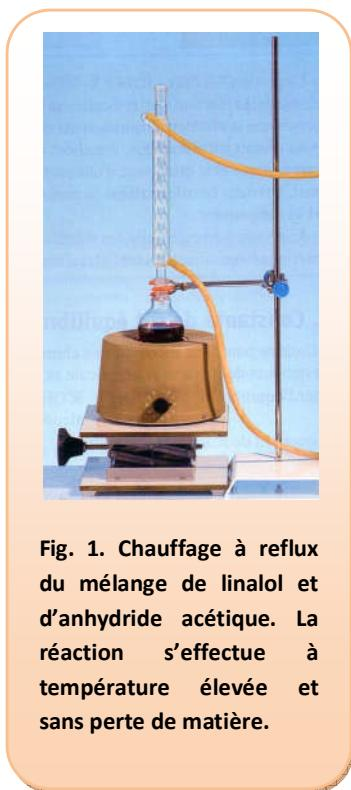
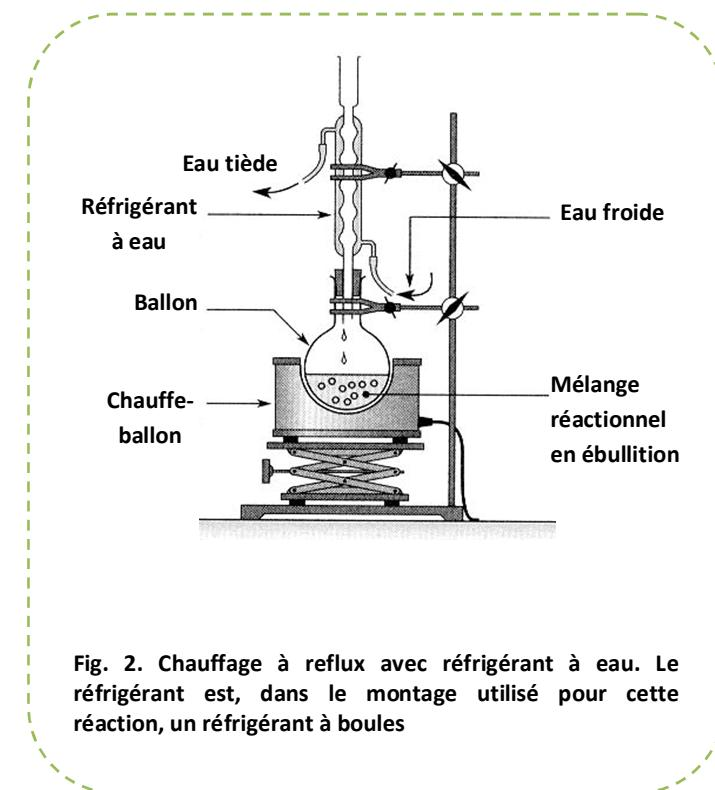

Fig. 1. Chauffage à reflux du mélange de linalol et d'anhydride acétique. La réaction s'effectue à température élevée et sans perte de matière.
Fig. 2. Chauffage à reflux avec réfrigérant à eau. Le réfrigérant est, dans le montage utilisé pour cette réaction, un réfrigérant à boules
**Observation** ➤ Le mélange réactionnel bout. Des gouttes liquide tombent régulièrement du réfrigérant dans le mélange (fig.1 et fig.2).